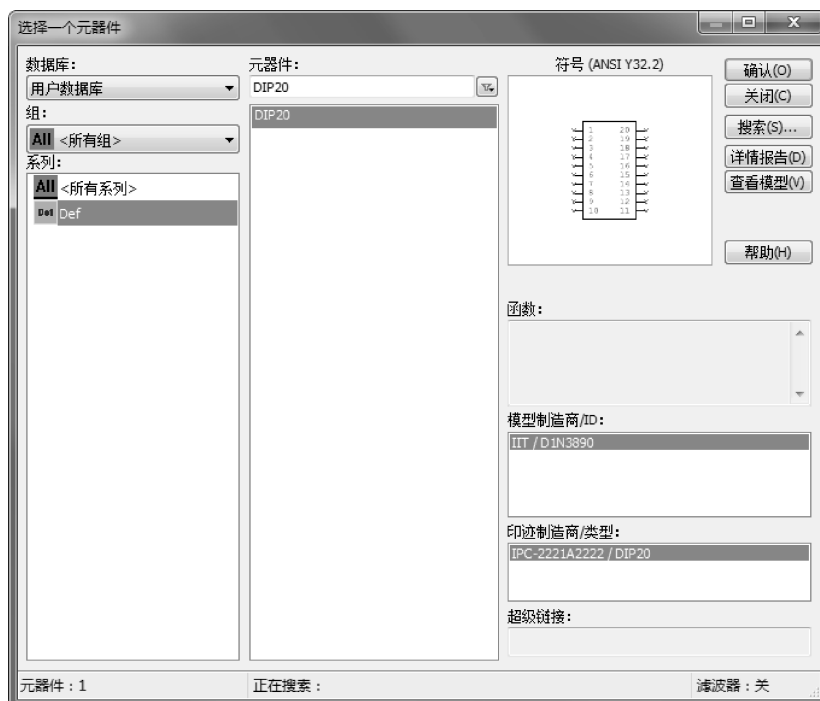

图 10-67 “选择一个元器件”对话框
③ 单击 **完成(F)** 按钮，完成向导元器件的创建。
9) 选择菜单栏中的“绘制”→“元器件”命令，弹出“选择一个元器件”对话框，选择“用户数据库”“所有组”选项，显示创建的元器件 DIP20，如图 10-67 所示。